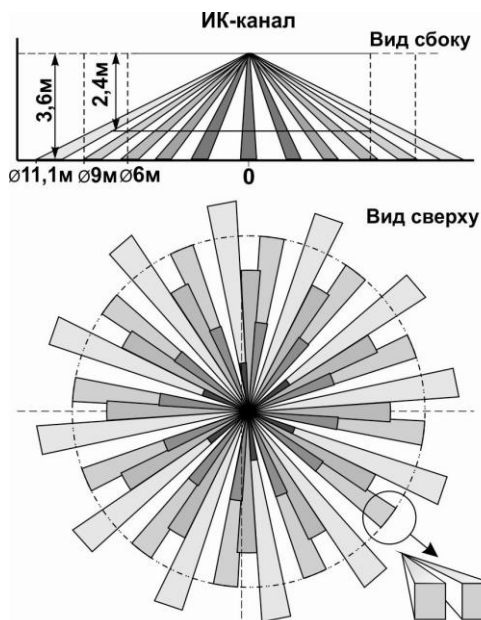

Рисунок 2
2.1 Принцип действия основан на регистрации двухплощадочным пироэлектрическим приемником изменений потока теплового излучения, возникающих при пересечении человеком зоны обнаружения, которая состоит из чувствительных зон. Каждая чувствительная зона состоит из двух элементарных чувствительных зон (рисунок 2).